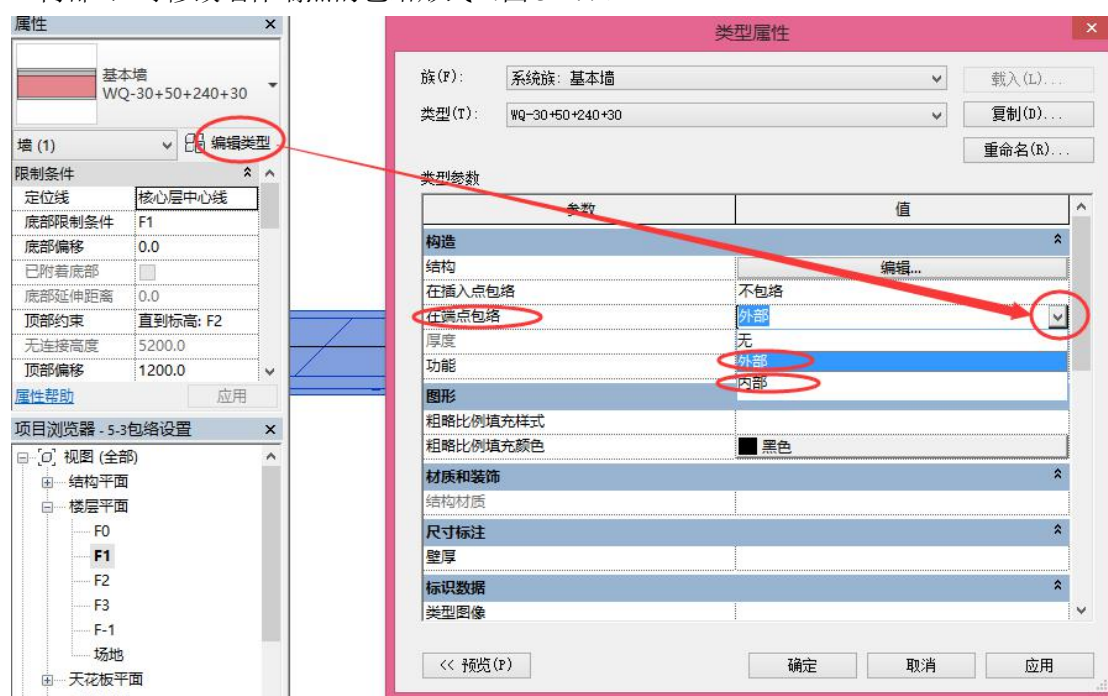

图 3-17 包络设置
- 选中墙体，点击“属性”面板中的“编辑类型”，修改“在端点包络”为“外部”或“内部”，可修改墙体端点的包络形式（图3-17）。